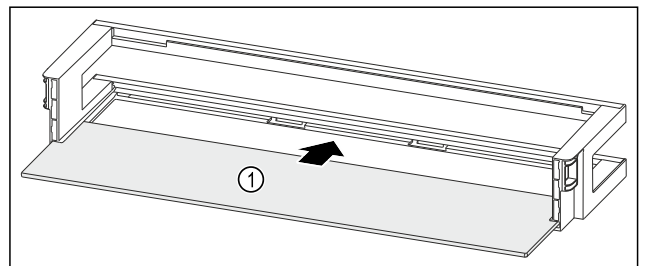

Fig. 119 Türabsteller mit Abstellfläche
- ▶ Abstellfläche Fig. 119 (1) in die seitlichen Aussparungen einschieben.